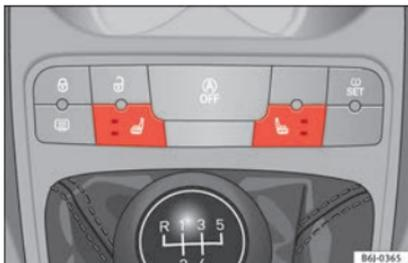

Abb. 100 Schalter für die Sitzheizung der Vordersitze.
- Zum Einschalten der Sitzheizung betätigen Sie den entsprechenden Schalter **» Abb. 100.**
- Bei einer Betätigung wird die Heizung mit maximaler Heizleistung eingeschaltet. Die beiden LED leuchten auf **» Abb. 100.** Nach 15 Minuten maximaler Heizleistung erlischt die obere LED. Das System wird für 2 Minuten ausgeschaltet und danach schaltet es sich wieder mit minimaler Heizleistung ein (die untere LED leuchtet ständig).